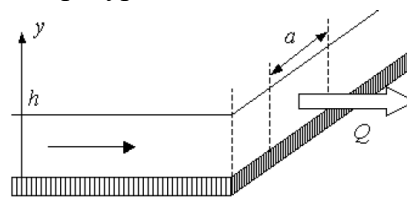

Рис. 1.1
2) Над твердой поверхностью протекает слой воды толщиной $h = 10\text{ см}$. Определить величину сдвигового напряжения в жидкости, если известно, что через поперечное сечение шириной $a = 10\text{ см}$ жидкость протекает с объемным расходом $Q = 200\text{ мл/с}$. Вязкость воды равна $\mu = 1,5 \cdot 10^{-3}\text{ Па} \cdot \text{с}$. Профиль продольной скорости считать линейным по высоте (рис. 1.1).